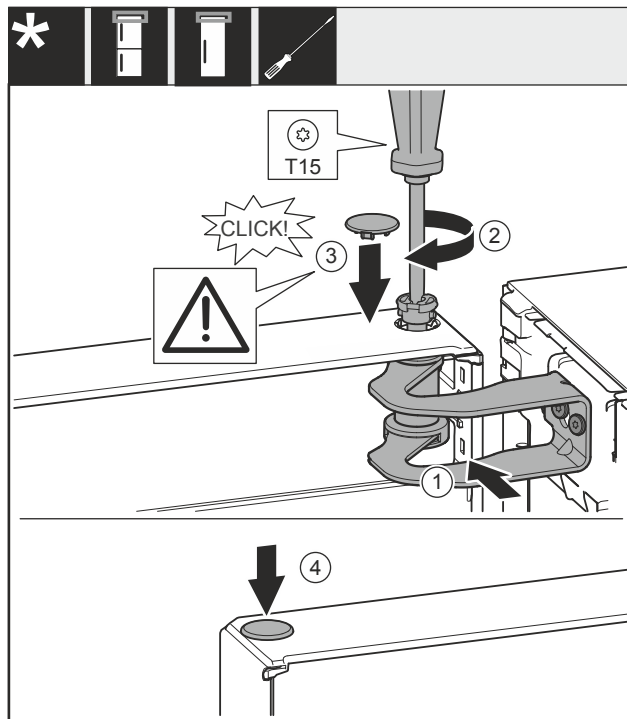

Fig. 22
- Вирівняйте двері з отвором в опорному кронштейні Fig. 22 (1).
- Вставте палець Fig. 22 (2) і закрутіть його викруткою.
- Вставте кришку Fig. 22 (3).
- Перевірте, щоб кришка Fig. 22 (3) щільно прилягала до дверей.
- Вставте кришку Fig. 22 (4).